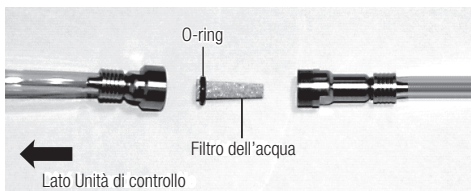

Fig. 26
2) È possibile rimuovere il filtro dell'acqua quando il suo alloggiamento è smontato, come illustrato nella Fig. 26. Sostituirlo con un filtro nuovo e rimontarlo seguendo le istruzioni all'inverso.
Assembli l'Acqua Filter nella direzione corretta come mostra Fig.26.